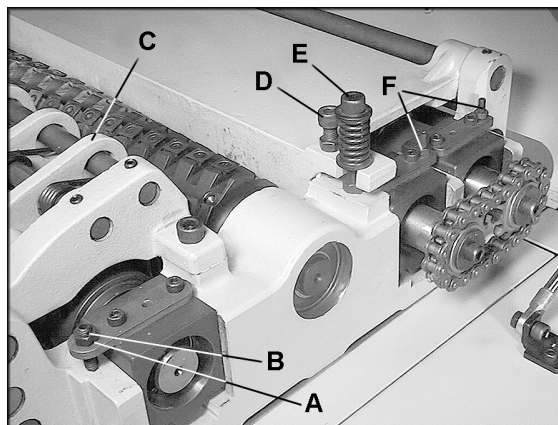

Рис. 11
5. Если эта величина не составляет 1,6 мм, скорректируйте ее, ослабив гайку (А, Рисунок 11) и повернув регулировочный винт (В, Рисунок 11) с помощью шестигранного ключа.
6. Переместите индикатор на крайний противоположный край ролика подачи и повторите измерение. Внесите необходимые корректировки. При завершении затяните шестигранные гайки (А, рис. 11).
Стружколоматель (С, Рисунок 11) представляет собой группу подпружиненных секций, установленных на стержне, который дополняет ролик подачи. Функция стружколомателя: ломать крупную стружку на мелкие части, избежать раздробления древесины, избежать отскакивание более тонких заготовок, удалять стружку со станка и обрабатывать несколько заготовок.
Используйте индикатор, чтобы установить прижимную планку по всей длине на расстоянии 0,00 ... 0,02 мм ниже поверхности ножевого вала. На рис. 11 показан винт для регулировки высоты (D) и винт для регулировки натяжения пружины (E) прижимной планки. Это начальное положение является отправной точкой, окончательная корректировка может потребоваться во время тестового запуска.
При необходимости отрегулируйте положение с помощью винтов (F, Рисунок 11). По завершении регулировки затяните гайки на винтах (F, Рисунок 11).
Следы от прижима возникают на расстоянии 152 мм с каждого края заготовки, когда давление прижимной планки слишком высоко. См. рис. 16. Поверните оба регулировочных винта, правый и левый, см. рис. 11, одинаково на 1/4 оборота и менее по часовой стрелке и произведите глубокий (1,59 мм) рез. Снова осмотрите доску.